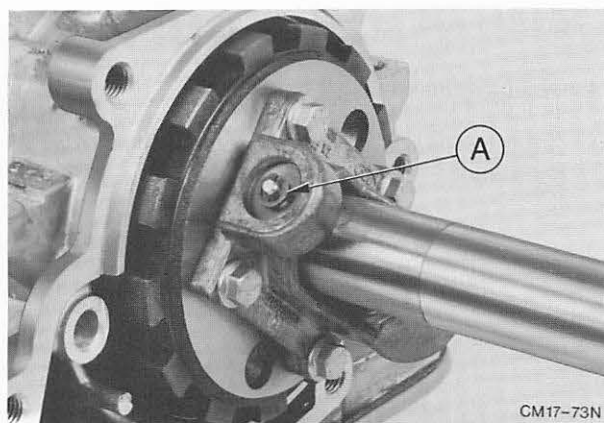

Abb. 119 Regler montiert
4. Sicherungsclip von der Reglerstange entfernen. Reglerstange und Reglerventil herausziehen. Anschließend Regler von der Reglernabe trennen (4 Schrauben). Abb. 119.
6. Reglerstange mit Reglerventil montieren und mit einem **neuen** Sicherungsclip sichern. Abb. 119.